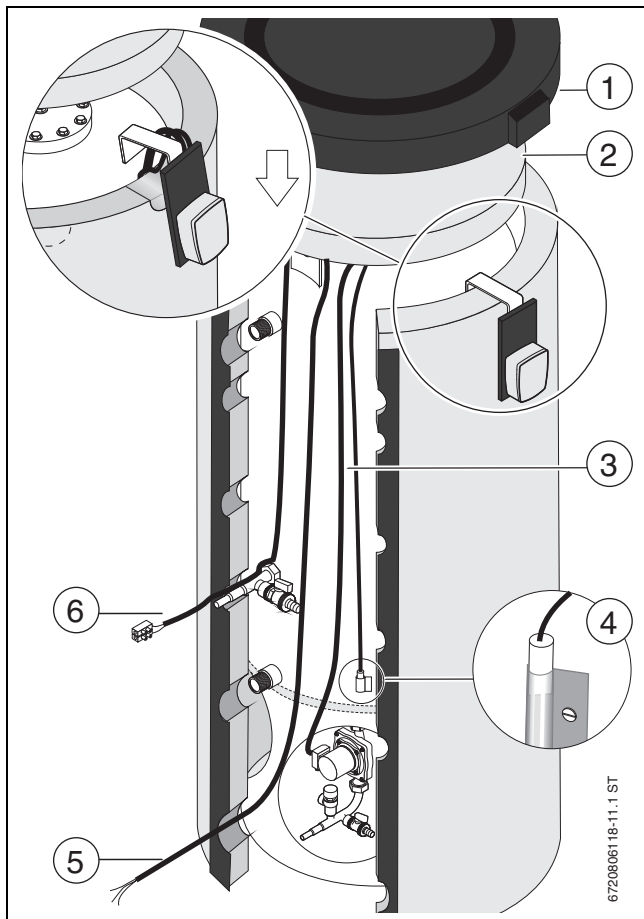

Fig. 14 Montar el regulador y tender los cables eléctricos
- ▶ Para fijar el regulador extraer una superficie semicircular perforada en el extremo superior del aislamiento del revestimiento y enganchar el regulador al aislamiento (→fig. 14).